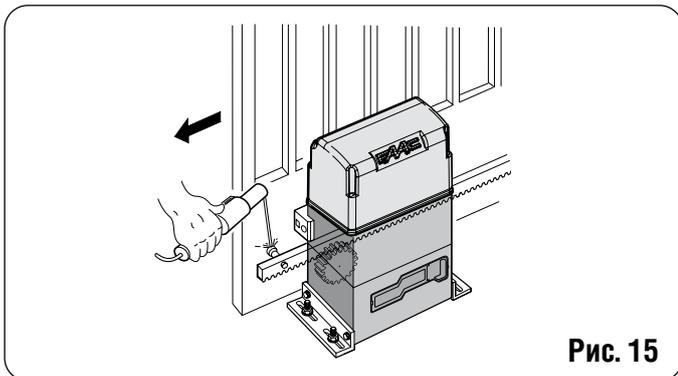

Рис. 15
3) Уложить первый отрезок рейки горизонтально на шестерне и приварить защелку к воротам, как показано на рис. 15.
5) Присоедините еще один реечный элемент вплотную к предыдущему, используя часть рейки (как показано на рис. 15), соотнесите зубья этих двух элементов.